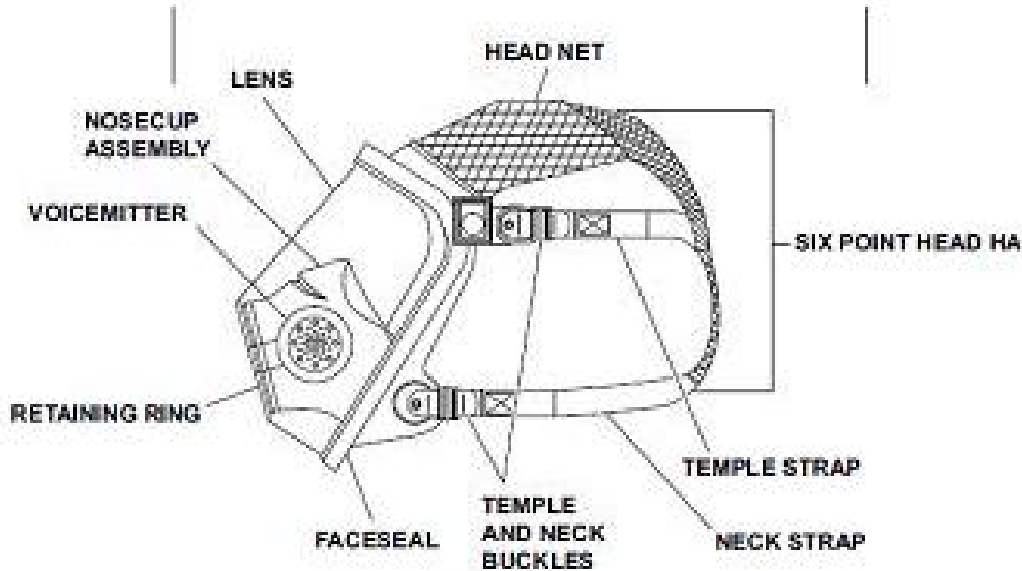

Figure 551-8ST-1004\_06 (Facepiece)
e. Check the facepiece before use. (Figure 551-8ST-1004\_06)